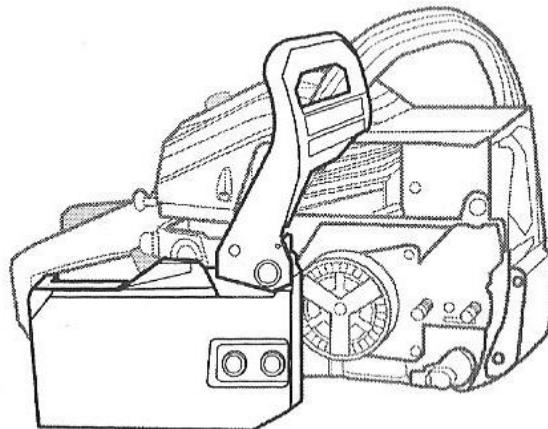

Рис. 2
2. Снимите гайки (12) с защитного кожуха (13) (Рис. 2).